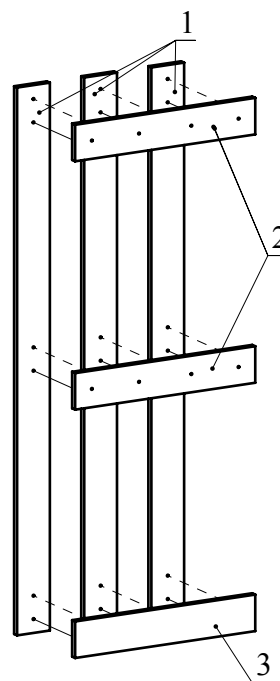

Рис.1
1. Соедините детали 2 и 3 с деталями 1 при помощи шурупов 4x30 (Рис.1).